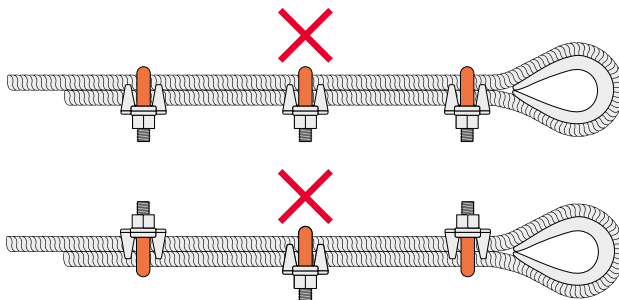

Abbildung 6
- Falsche Platzierung: Setzen Sie den Sattel immer auf den belasteten Strang des Seiles (siehe Abb. 6).